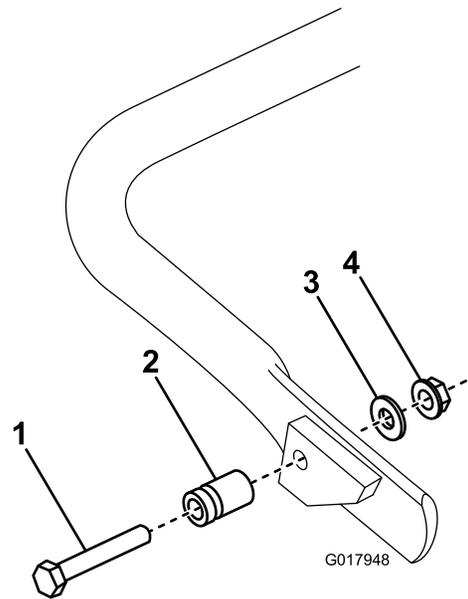

Figura 5
1. **En el GR1600 solamente**, conecte el anclaje del muelle al lado derecho del caballete (Figura 5) usando el perno, la arandela y la tuerca con arandela prensada suministrados.